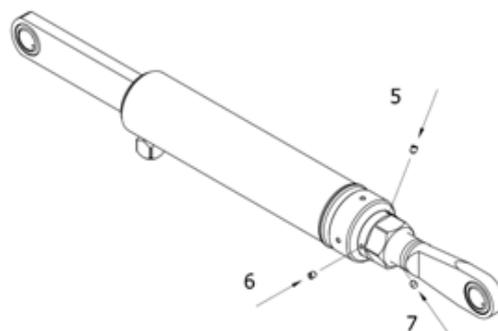

Figura 40. Apretar los tornillos de bloqueo
4. Apretar los tornillos de bloqueo (ítems 5, 6, 7, véase Figura 40). Zepto recomienda fijar los tornillos con Loctite 243 o un sellador similar.